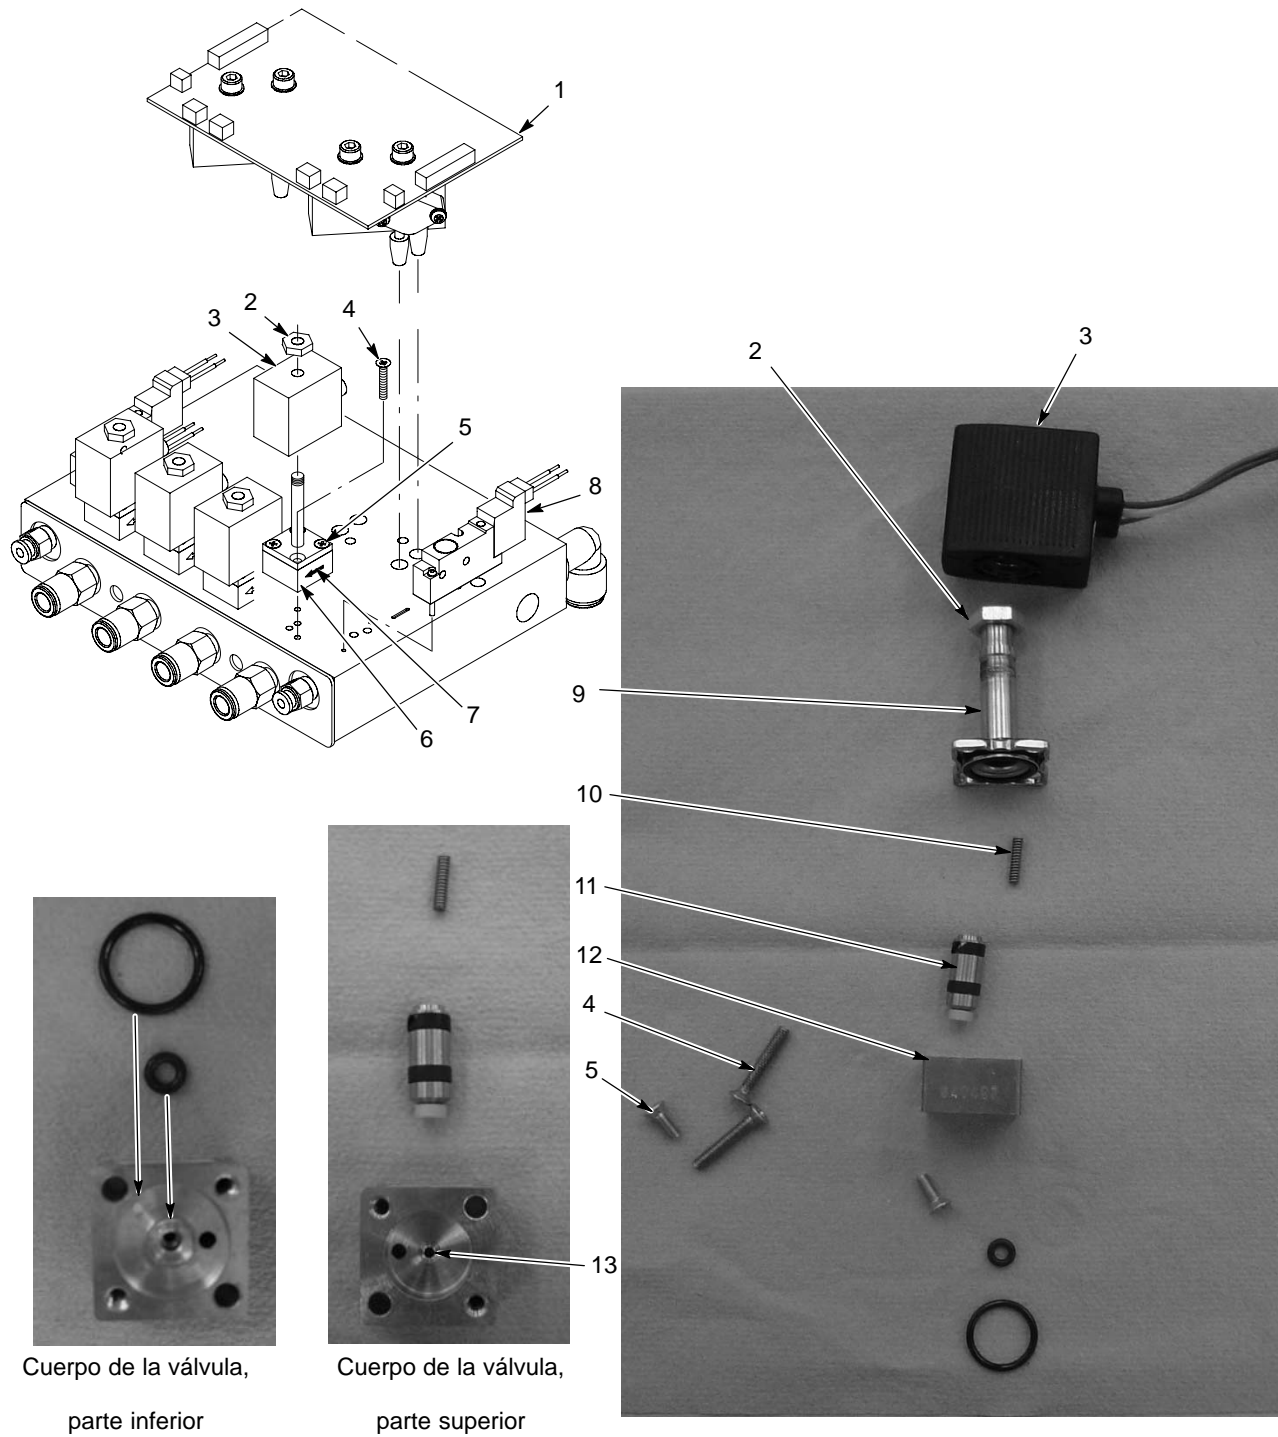

Figura 5-1 Extracción y sustitución de la válvula proporcional del módulo iFlow
Ver la figura 5-1. Un suministro de aire sucio puede provocar el mal funcionamiento de la válvula proporcional (6). Para desmontar y limpiar la válvula, se deben seguir estas instrucciones.
1. Desconectar el cableado de la bobina (3) de la placa de circuito (1). Extraer la tuerca (2) y la bobina de la válvula proporcional (6).
2. Extraer los dos tornillos largos (4) para extraer la válvula proporcional del distribuidor.
Ver la figura 5-1. Para extraer las electroválvulas de aire de la pistola (8), retirar los dos tornillos ubicados en el cuerpo de la válvula y despegar la válvula del distribuidor.